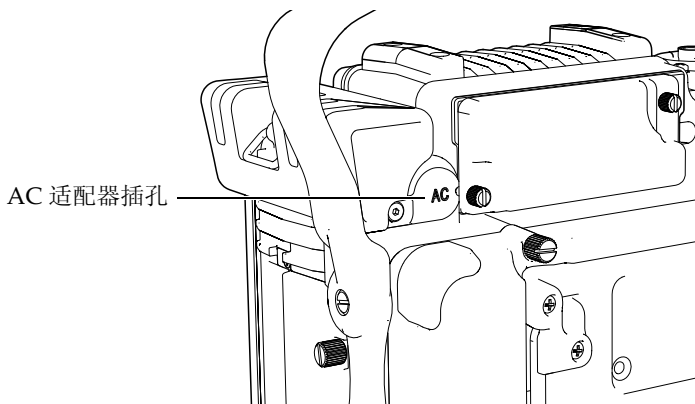

图 2-3 AC 适配器插孔
EPOCH™ 1000 系列仪器通过充电器 / 适配器（PN: EP-MCA）使用交流电源。EP-MCA 带有通用的交流电源输入，因此可以使用 100 ~ 120 VAC 或 200 ~ 240 VAC 的电压，以及 50 Hz ~ 60 Hz 的频率。充电器 / 适配器输出与 EPOCH 1000 系列仪器上的 AC 适配器插孔连接（参见第 36 页的图 2-3）。
3. 将充电器 / 适配器的直流电（DC）输出电线连接到交流电（AC）适配器输入插孔（参见第 36 页的图 2-3）。